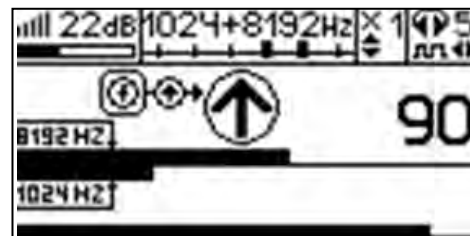

Рис. 6.3
3. Включить приемник. В «Стартовом окне» следует выбрать вид принимаемого сигнала – «двухчастотный» . После запуска измерения кнопкой , появится окно «направление сигнала» (рис. 6.3).